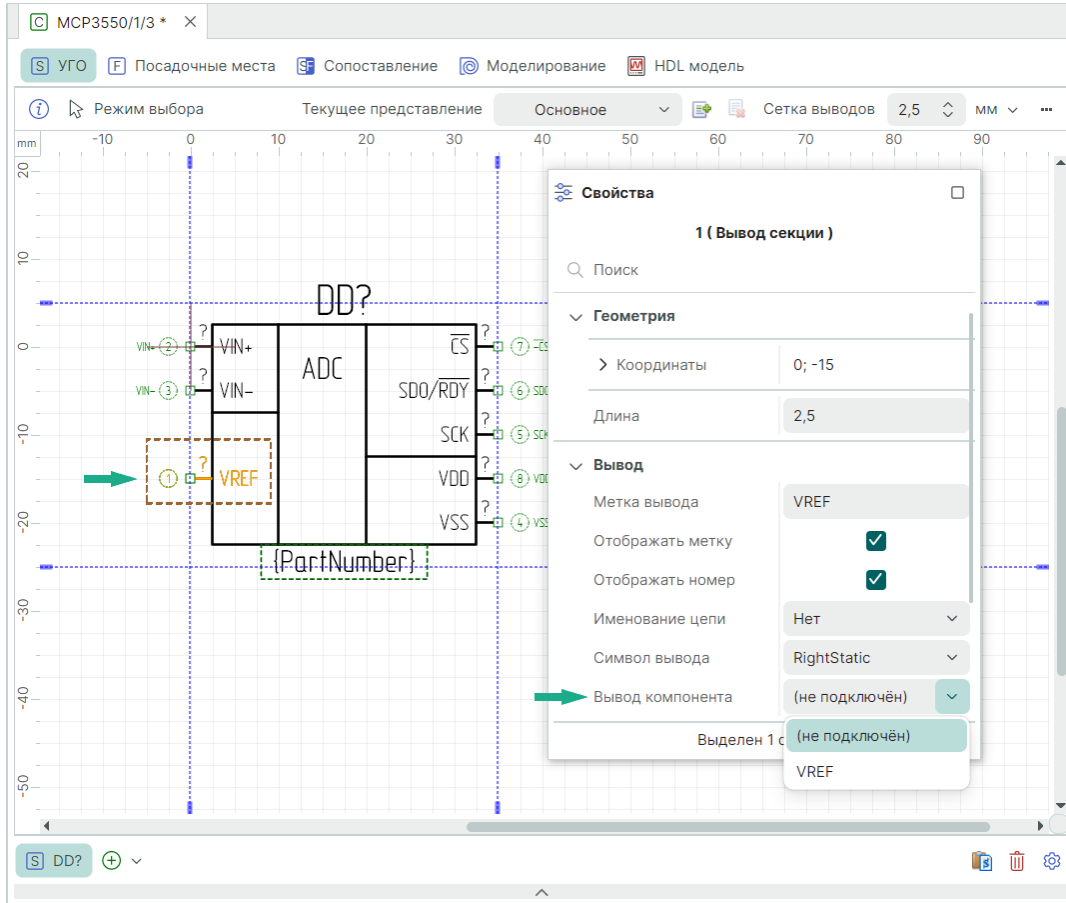

Рис. 270 Сопоставление вывода через панель «Свойства»
2. В выпадающем списке «Свойства» → «Вывод» → «Вывод компонента» выберите контакт для сопоставления, см. Рис. 270.